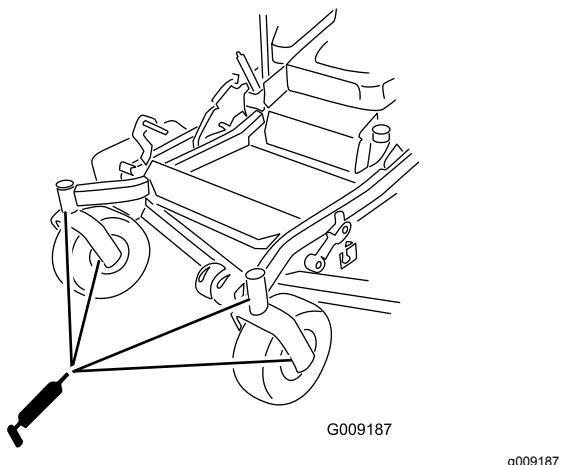

Figure 46
- Remettez le bouchon hexagonal et le capuchon antipoussière en place (Figure 46).
- Graissez les roulements des roues pivotantes (Figure 46).